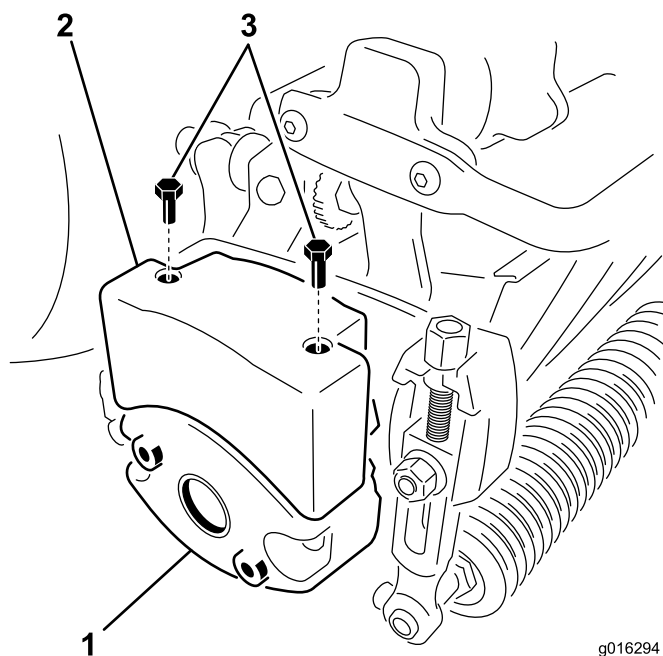

Figura 11
4. Remova os 2 parafusos que fixam o peso ao lado da unidade de corte (Figura 11).
6. Instale o peso superior na unidade de corte utilizando 2 parafusos de cabeça sextavada (Figura 11).